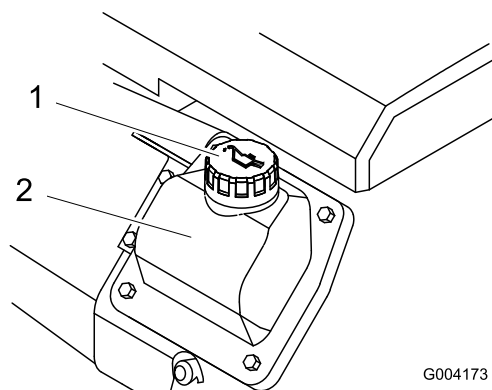

Рисунок 16
8. В случае низкого уровня масла очистите область вокруг крышки для заливки масла и снимите крышку (Рисунок 16).